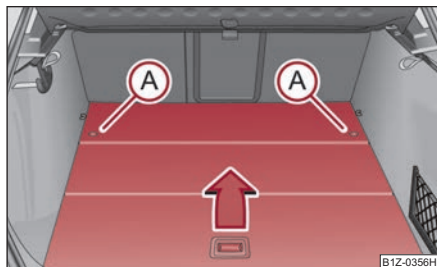

Fig. 99 Portbagajul: Demontarea podelei variabile
- Deblocați podeaua rotind inelul de siguranță (A) spre stânga cca. 90° ⇒ pagina 88, fig. 99.